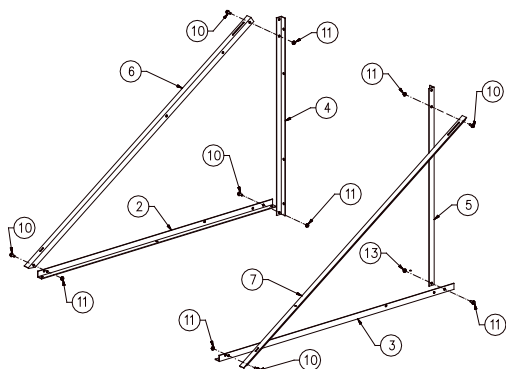

figura 6.6
2. Fissare le barre inclinate sx (6) e dx (7) ai rispettivi montanti sx (punto 4) e dx (5), utilizzando le viti (10) e i dadi (11), come indicato in figura 6.6 e regolare l'inclinazione desiderata della struttura cambiando i fori di fissaggio nei profili base come indicato nelle figure 6.7, 6.8 e 6.9. L'inclinazione andrà impostata in base alla tipologia di utilizzo dell'impianto solare (vedi capitolo "Inclinazione dei pannelli"). Nel caso di inclinazione pari a 30° è necessario raffilare i due montanti verticali 5 e 6.